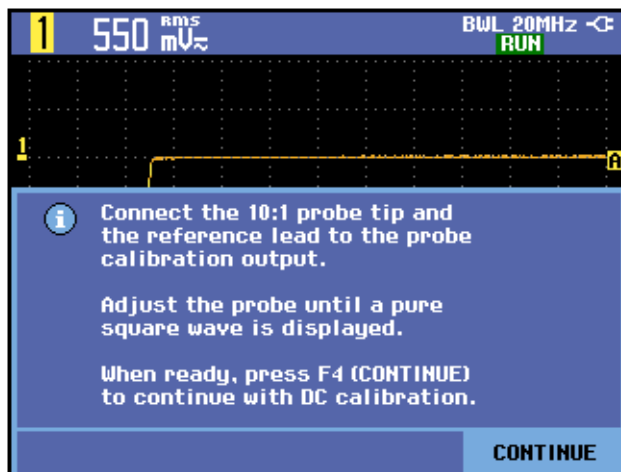

図 3: 方形波の立上リエッジ
9. 画面に方形波 (約 500 Hz) の立上リエッジが表示されます。これがプローブの校正に使用する信号です (プローブの校正については『THS3000 シリーズ・オシロスコープ・ユーザ・マニュアル』を参照してください)。(図 3 参照)。